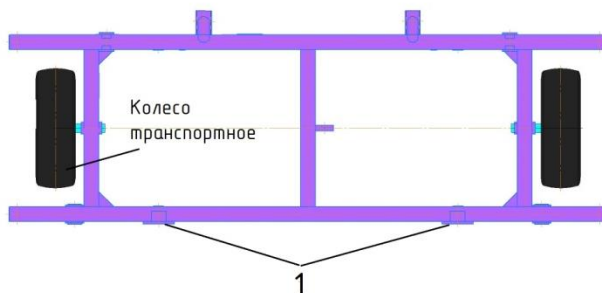

Рис. 10 – Установка транспортных колес на ходовую раму.
I.II. На поперечных брусках рамы установить транспортные колеса (рис. 10).
соединить с фланцами рамы (поз. 1, рис.10).